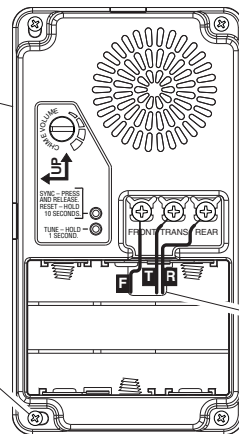

Figura 11
- Use los cuatro orificios de montaje de la campana como plantilla (vea la Figura 11).